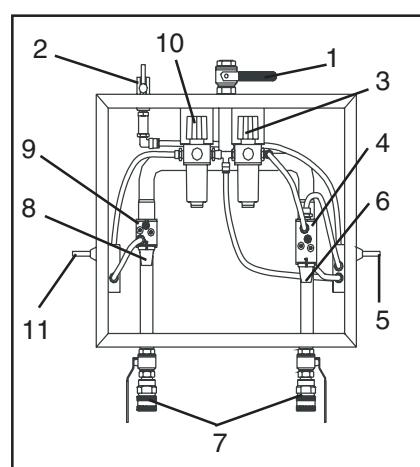

Fig. 9
**S3000 DF, S3000 DFU, S3100 DF, S3100 DU, (fig. 9, sin User Pack\*).**